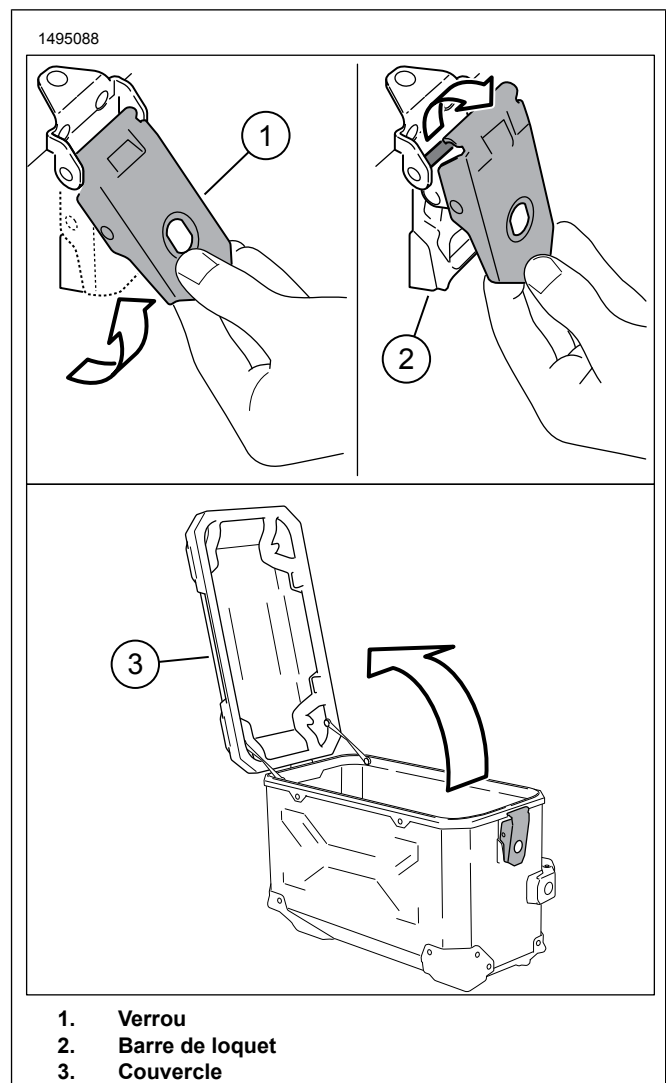

Figure 2. Ouverture du couvercle
1. Figure 2 Tirer le loquet (1) du couvercle (3) vers le haut.
2. Le retirer de la barre de loquet (2).
3. Ouvrir le couvercle (3).